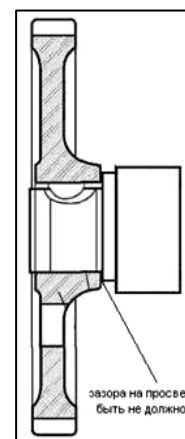

Рис. 3.9 – Контроль распределительного вала
3. Напрессовать с помощью прессы (рис. 3.10, б) шестерню на носок вала до упора в торец опорной шейки, совместив паз со шпонкой. Отсутствие зазора проверяется на просвет (рис. 3.9). При выполнении сборки использовать теплозащитные перчатки (рис. 3.10, а).